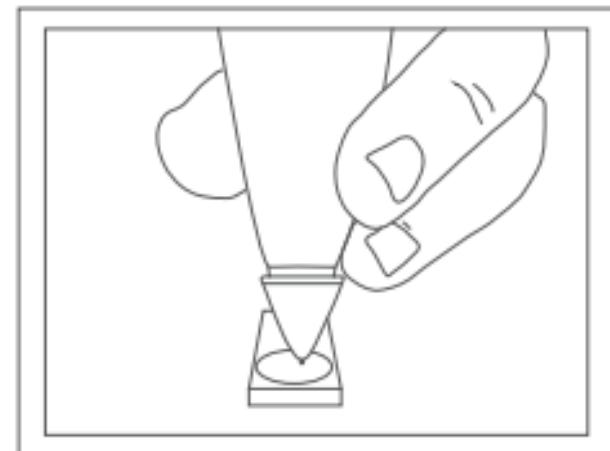

图6
6. 欲开始对仪器进行校准，小心地将探头垂直地 按在校准盘上，如图6所示。在这过程中，确保 探头一直完全 往下压着，以使得探头的压力保持 恒定。